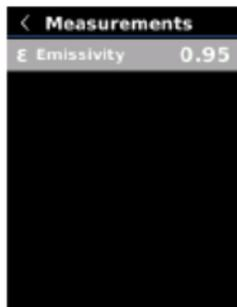

Fig. 18
2. Appuyez sur le bouton **SET** de nouveau pour régler l'émissivité sélectionnée (Fig. 18).